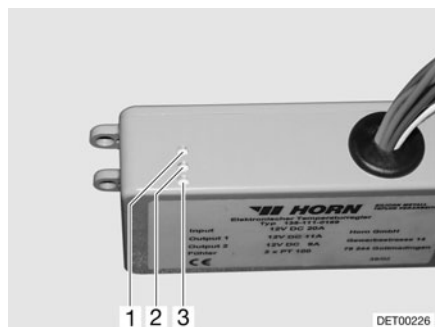

Fig. 168 Régulateur
Le régulateur (Fig. 168) est monté dans la penderie. Les voyants de contrôle qui se trouvent sur le régulateur ont la signification suivante :
- Le voyant de contrôle (Fig. 168,2) s'allume en vert : Régulateur en marche.
- Le voyant de contrôle (Fig. 168,1) s'allume en rouge : Le réservoir d'eaux usées est chauffé.
- Le voyant de contrôle (Fig. 168,3) s'allume en rouge : Les conduites des eaux usées sont chauffées.